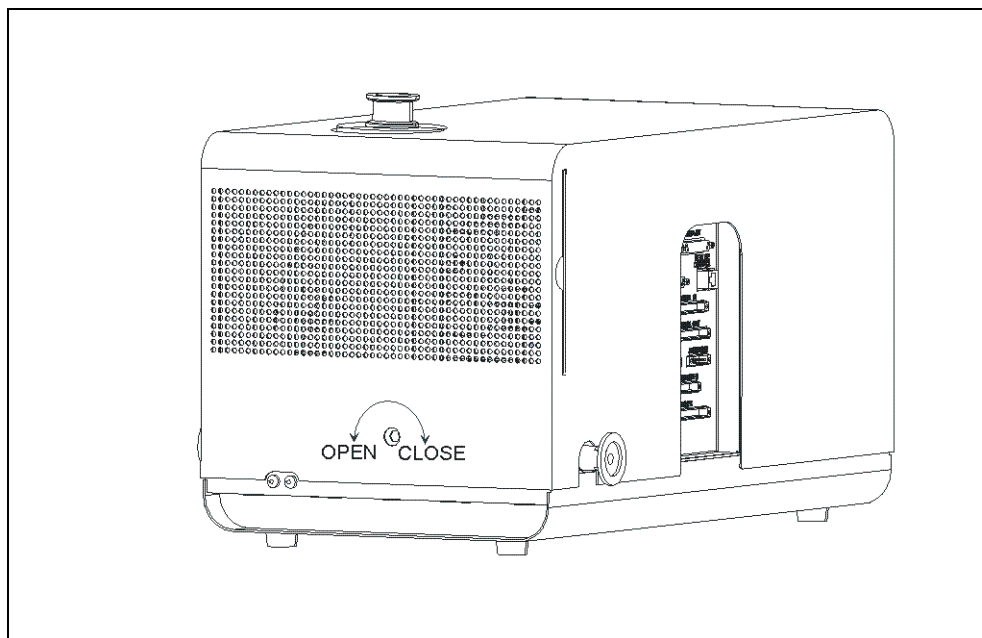

Abb. 7-2 Geräteabdeckung öffnen
- 3 Mit Innensechskantschlüssel SW 8 mm die Verschlüsse (ROTO-LOCK) auf beiden Seiten der Geräteabdeckung öffnen. Siehe hierzu Abb. 7-2.